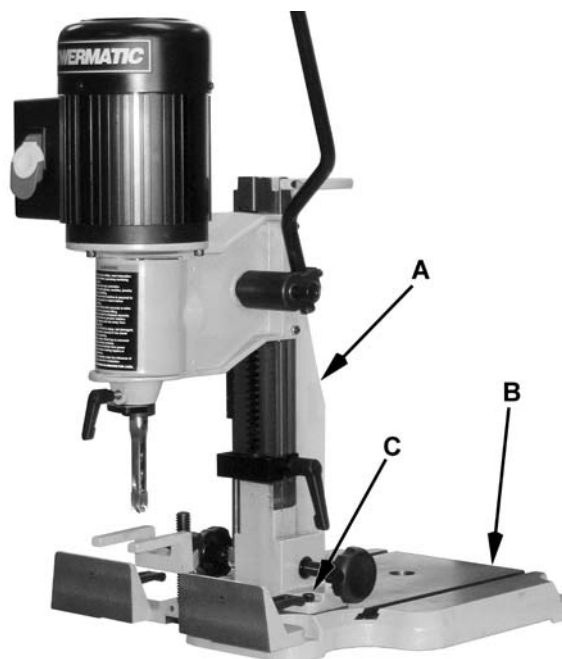

Figura 15
Refiriendose a la Figura 15:
1. Utilizando llaves hexagonales de 4mm, remueva cuatro *tornillos, arandelas candado* y arandelas planas (C) **Nota:** solamente un tornillo es visible en la Figura 15.
2. Rote la *columna* (A) 180°.